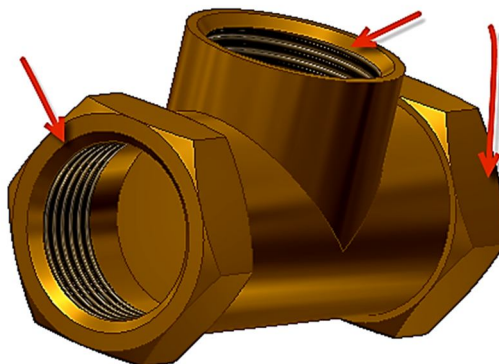

Рис. 1.35. Создание фасок
30. Выберите вариант построения фаски с одинаковыми катетами - «Длина» . Установите длину катета 2 мм. Выберите ребро для снятия фаски и нажмите «OK». Постройте три фаски для резьбы (рис. 1.35).